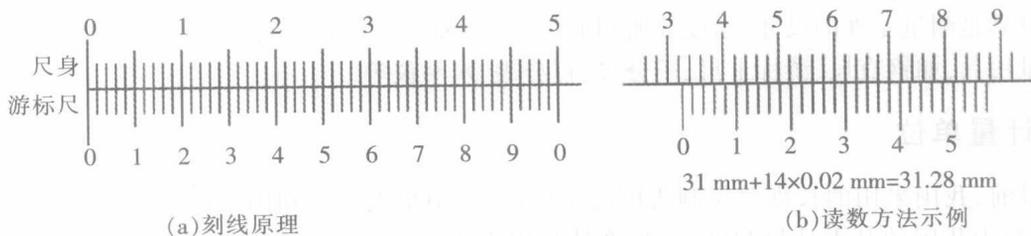

图 1-3 0.02 mm 游标卡尺的刻线原理和读数方法
现以 1/50 的游标卡尺为例,介绍游标卡尺刻线原理。如图 1-3(a)所示,当两量爪贴合时,尺身与游标的零线对齐,尺身每一小格为 1 mm。取尺身 49 mm 长度在游标上等分为 50 格,则游标每一小格为 $49/50$ mm(0.98 mm)。尺身与游标每格之差为: $1\text{ mm}-0.98\text{ mm}=0.02\text{ mm}$ 。
游标卡尺的读数方法参见图 1-3(b),共分为三个步骤:
- (1)读整数。读出游标零线以左的主尺上最大整数(毫米数),图中为 31 mm。
- (2)读小数。根据游标零线以右,且与主尺上刻线对准的刻线数,然后再乘以 0.02 读出小数,图中为 $14\text{ 格}\times 0.02\text{ mm}=0.28\text{ mm}$ 。
- (3)将整数与小数相加,即为总尺寸。图 1-3(b)中的总尺寸为 $31\text{ mm}+0.28\text{ mm}=31.28\text{ mm}$ 。